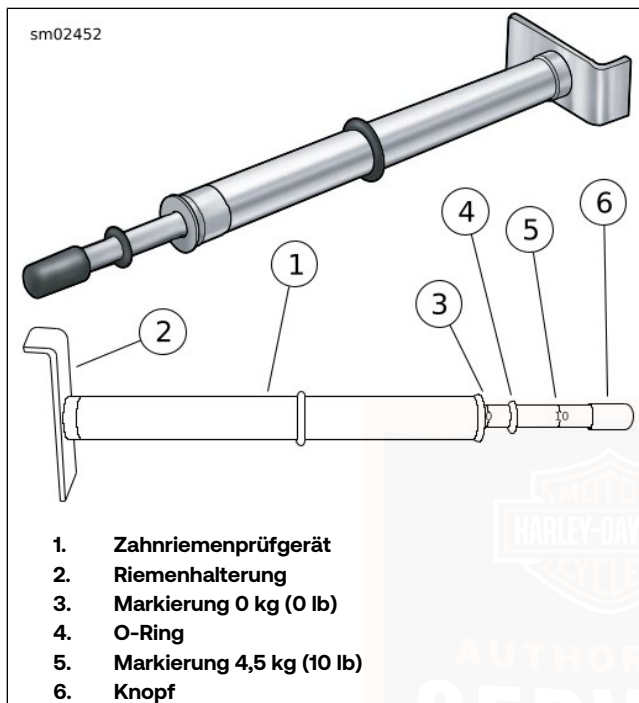

Abbildung 55. Zahnriemenprüfgerät
2. Siehe Abbildung 55. Messung der Riemendurchbiegung mit: